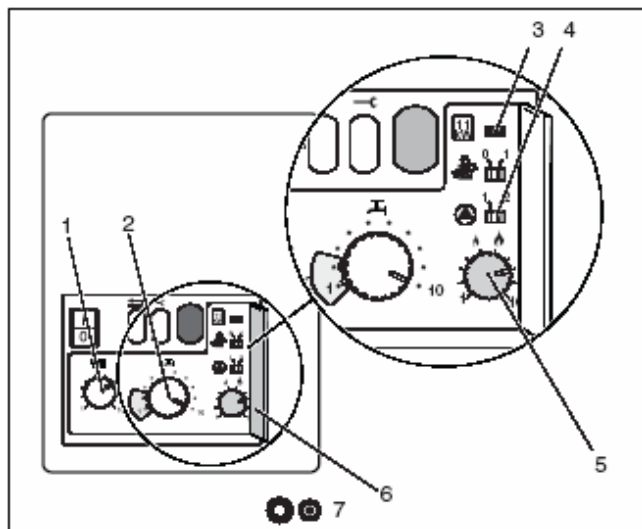

Рис. 21 Уровень управления
легенда к рис. 21:
- Регулятор (рис. 21, поз. 1) настроить на желаемую температуру прямой сетевой воды, в зависимости от расчета установки и в соответствии с табл. 3. Заводская настройка = 73 °С.
- Регулятором (рис. 21, поз. 2) настроить желаемую температуру горячего водоснабжения в соответствии с табл. 4.
- Снять и сохранить перемычку (рис. 21, поз. 3).
- Открыть крышку 2-го уровня управления (рис. 21, поз. 6).
- Настроить отопительную мощность в соответствии с необходимым теплоснабжением (табл. 5) на регуляторе (рис. 21, поз. 5). При настройке учитывать потери мощности в системе дымовых газов (табл. 6).
- Переключатель ▲ (рис. 21, поз. 4) установить в положение "1". Время выбега насоса 4 мин.